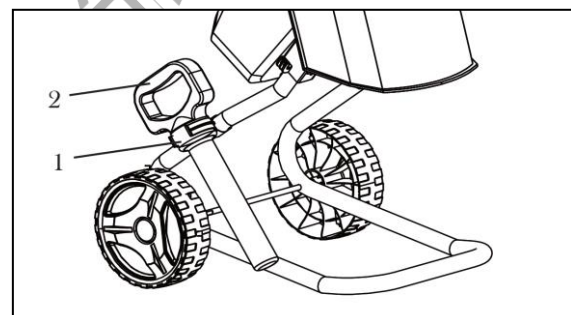

Fig. 2
1. Clipsez le porte-palette (Fig. 2 - 1) sur un côté du support.
2. Clipsez la palette (Fig. 2 - 2) dans le porte-palette.